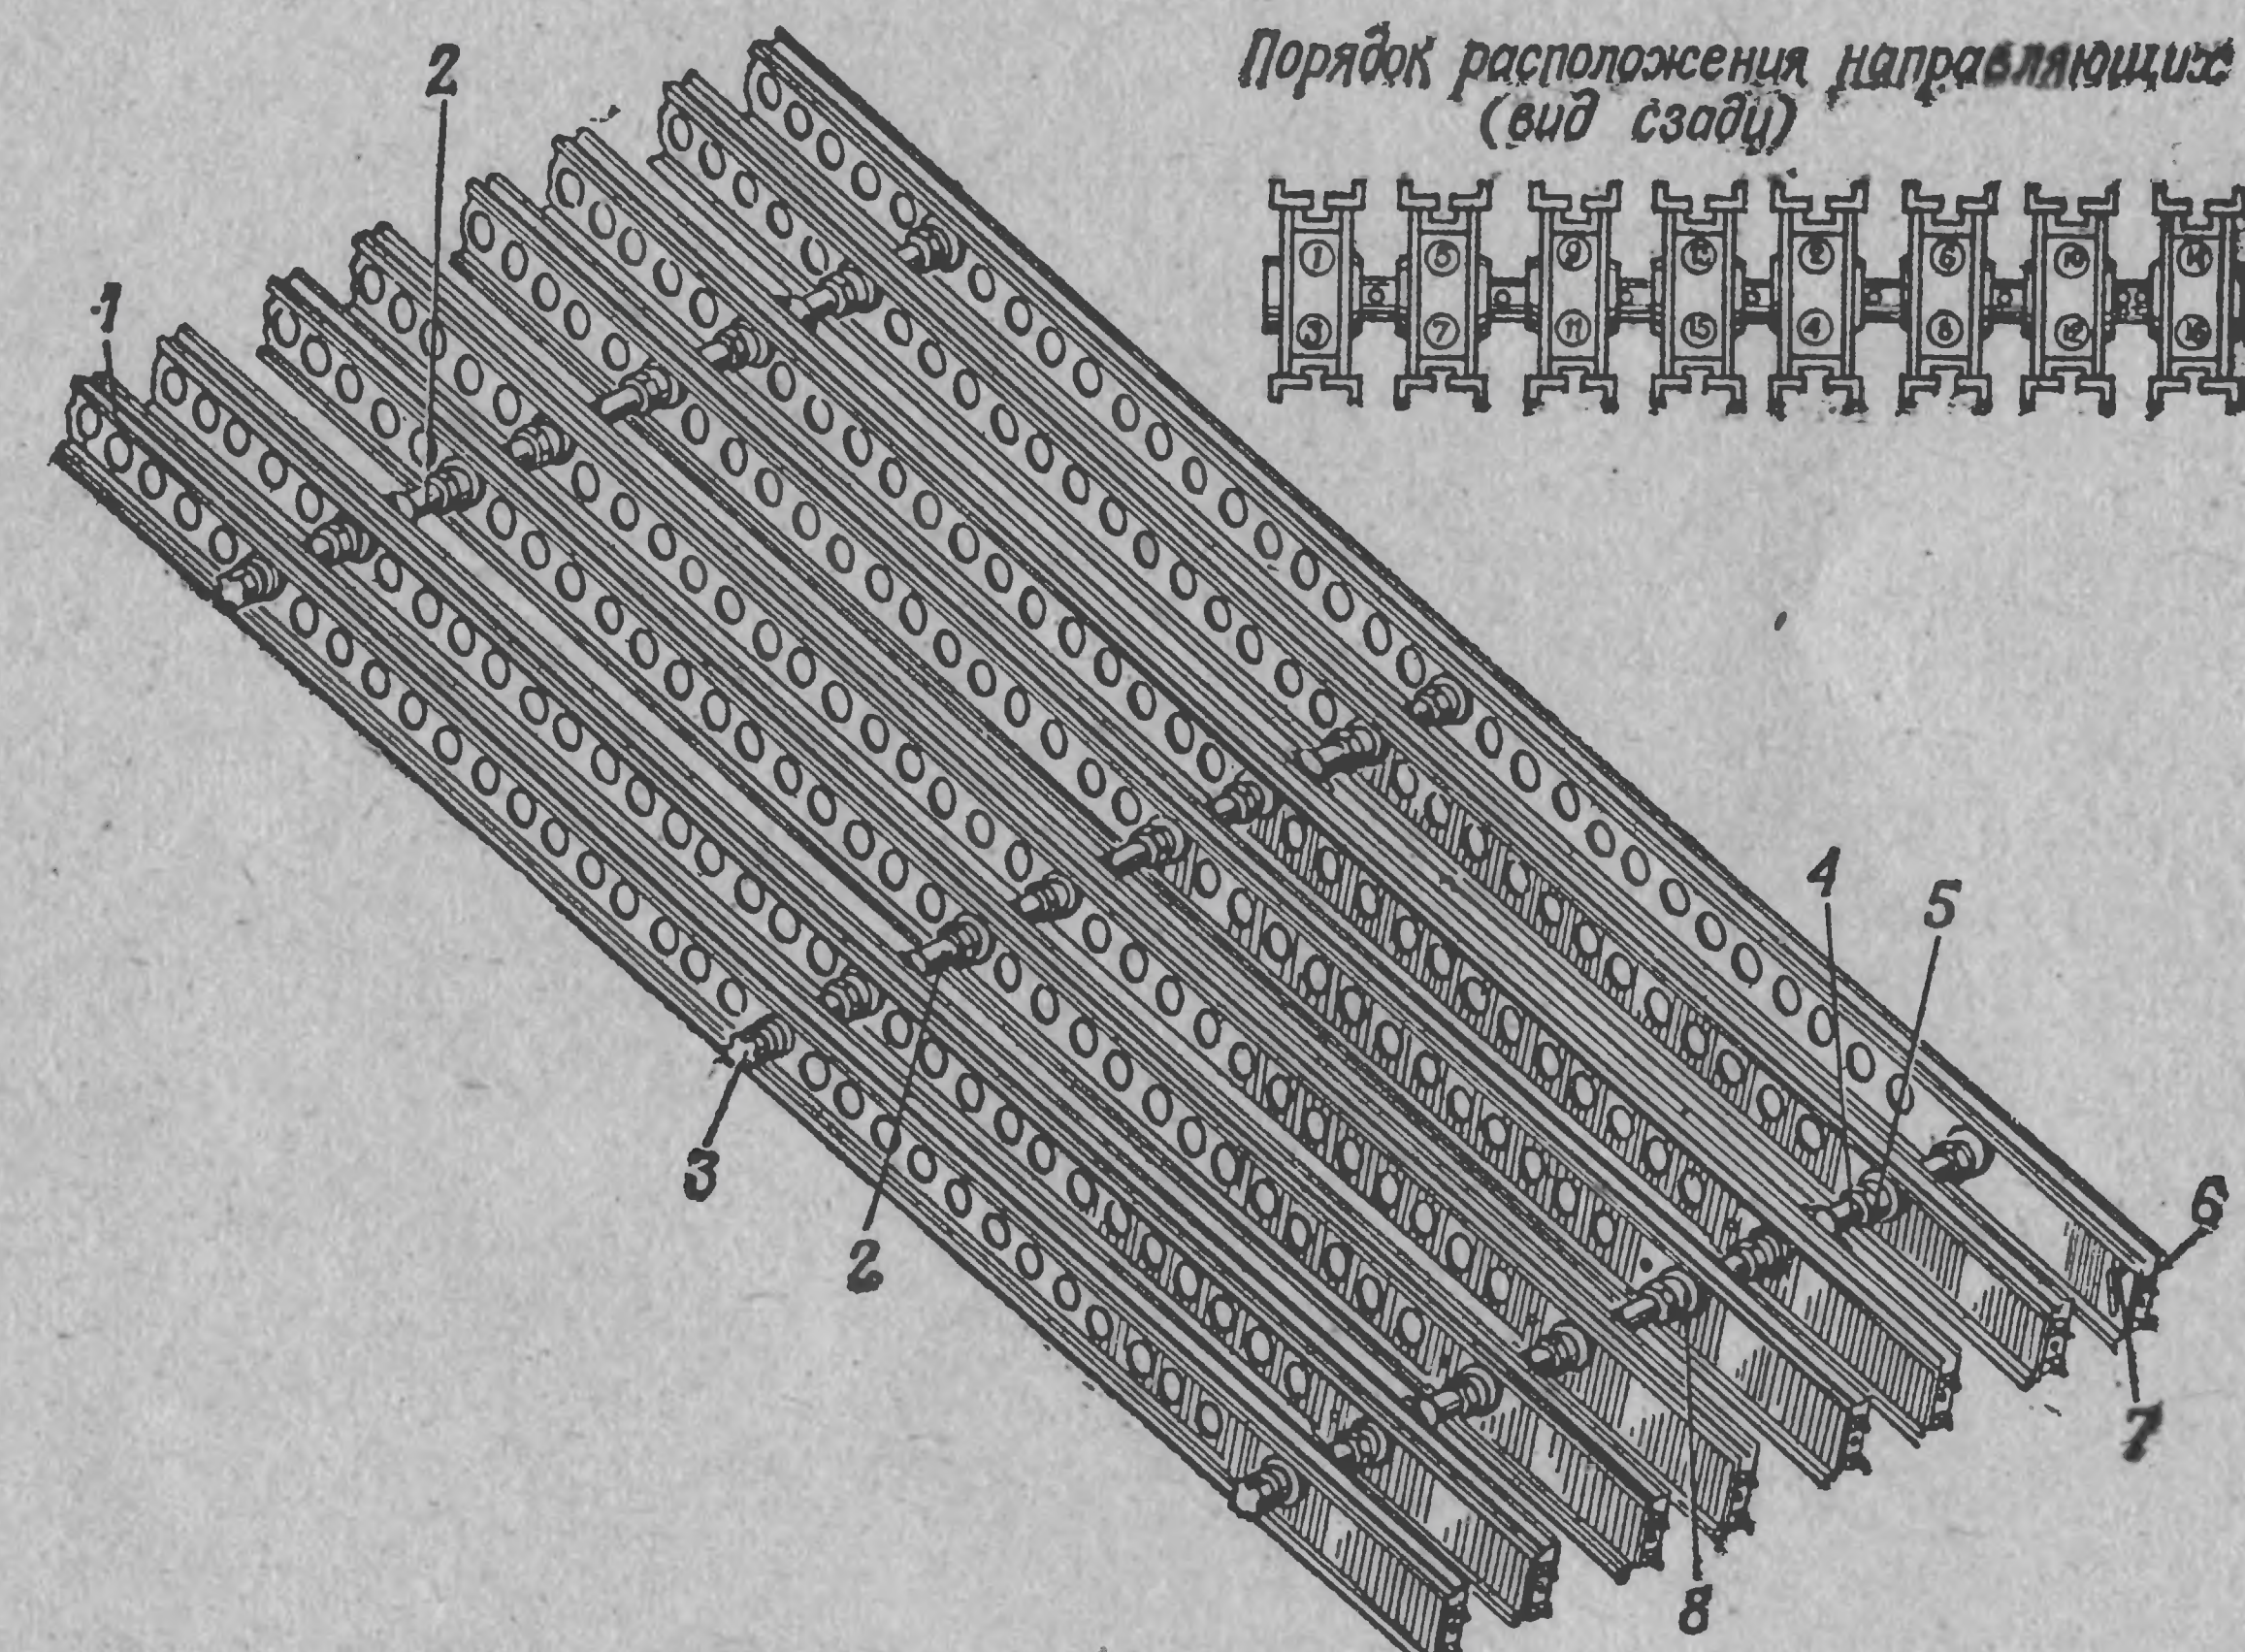
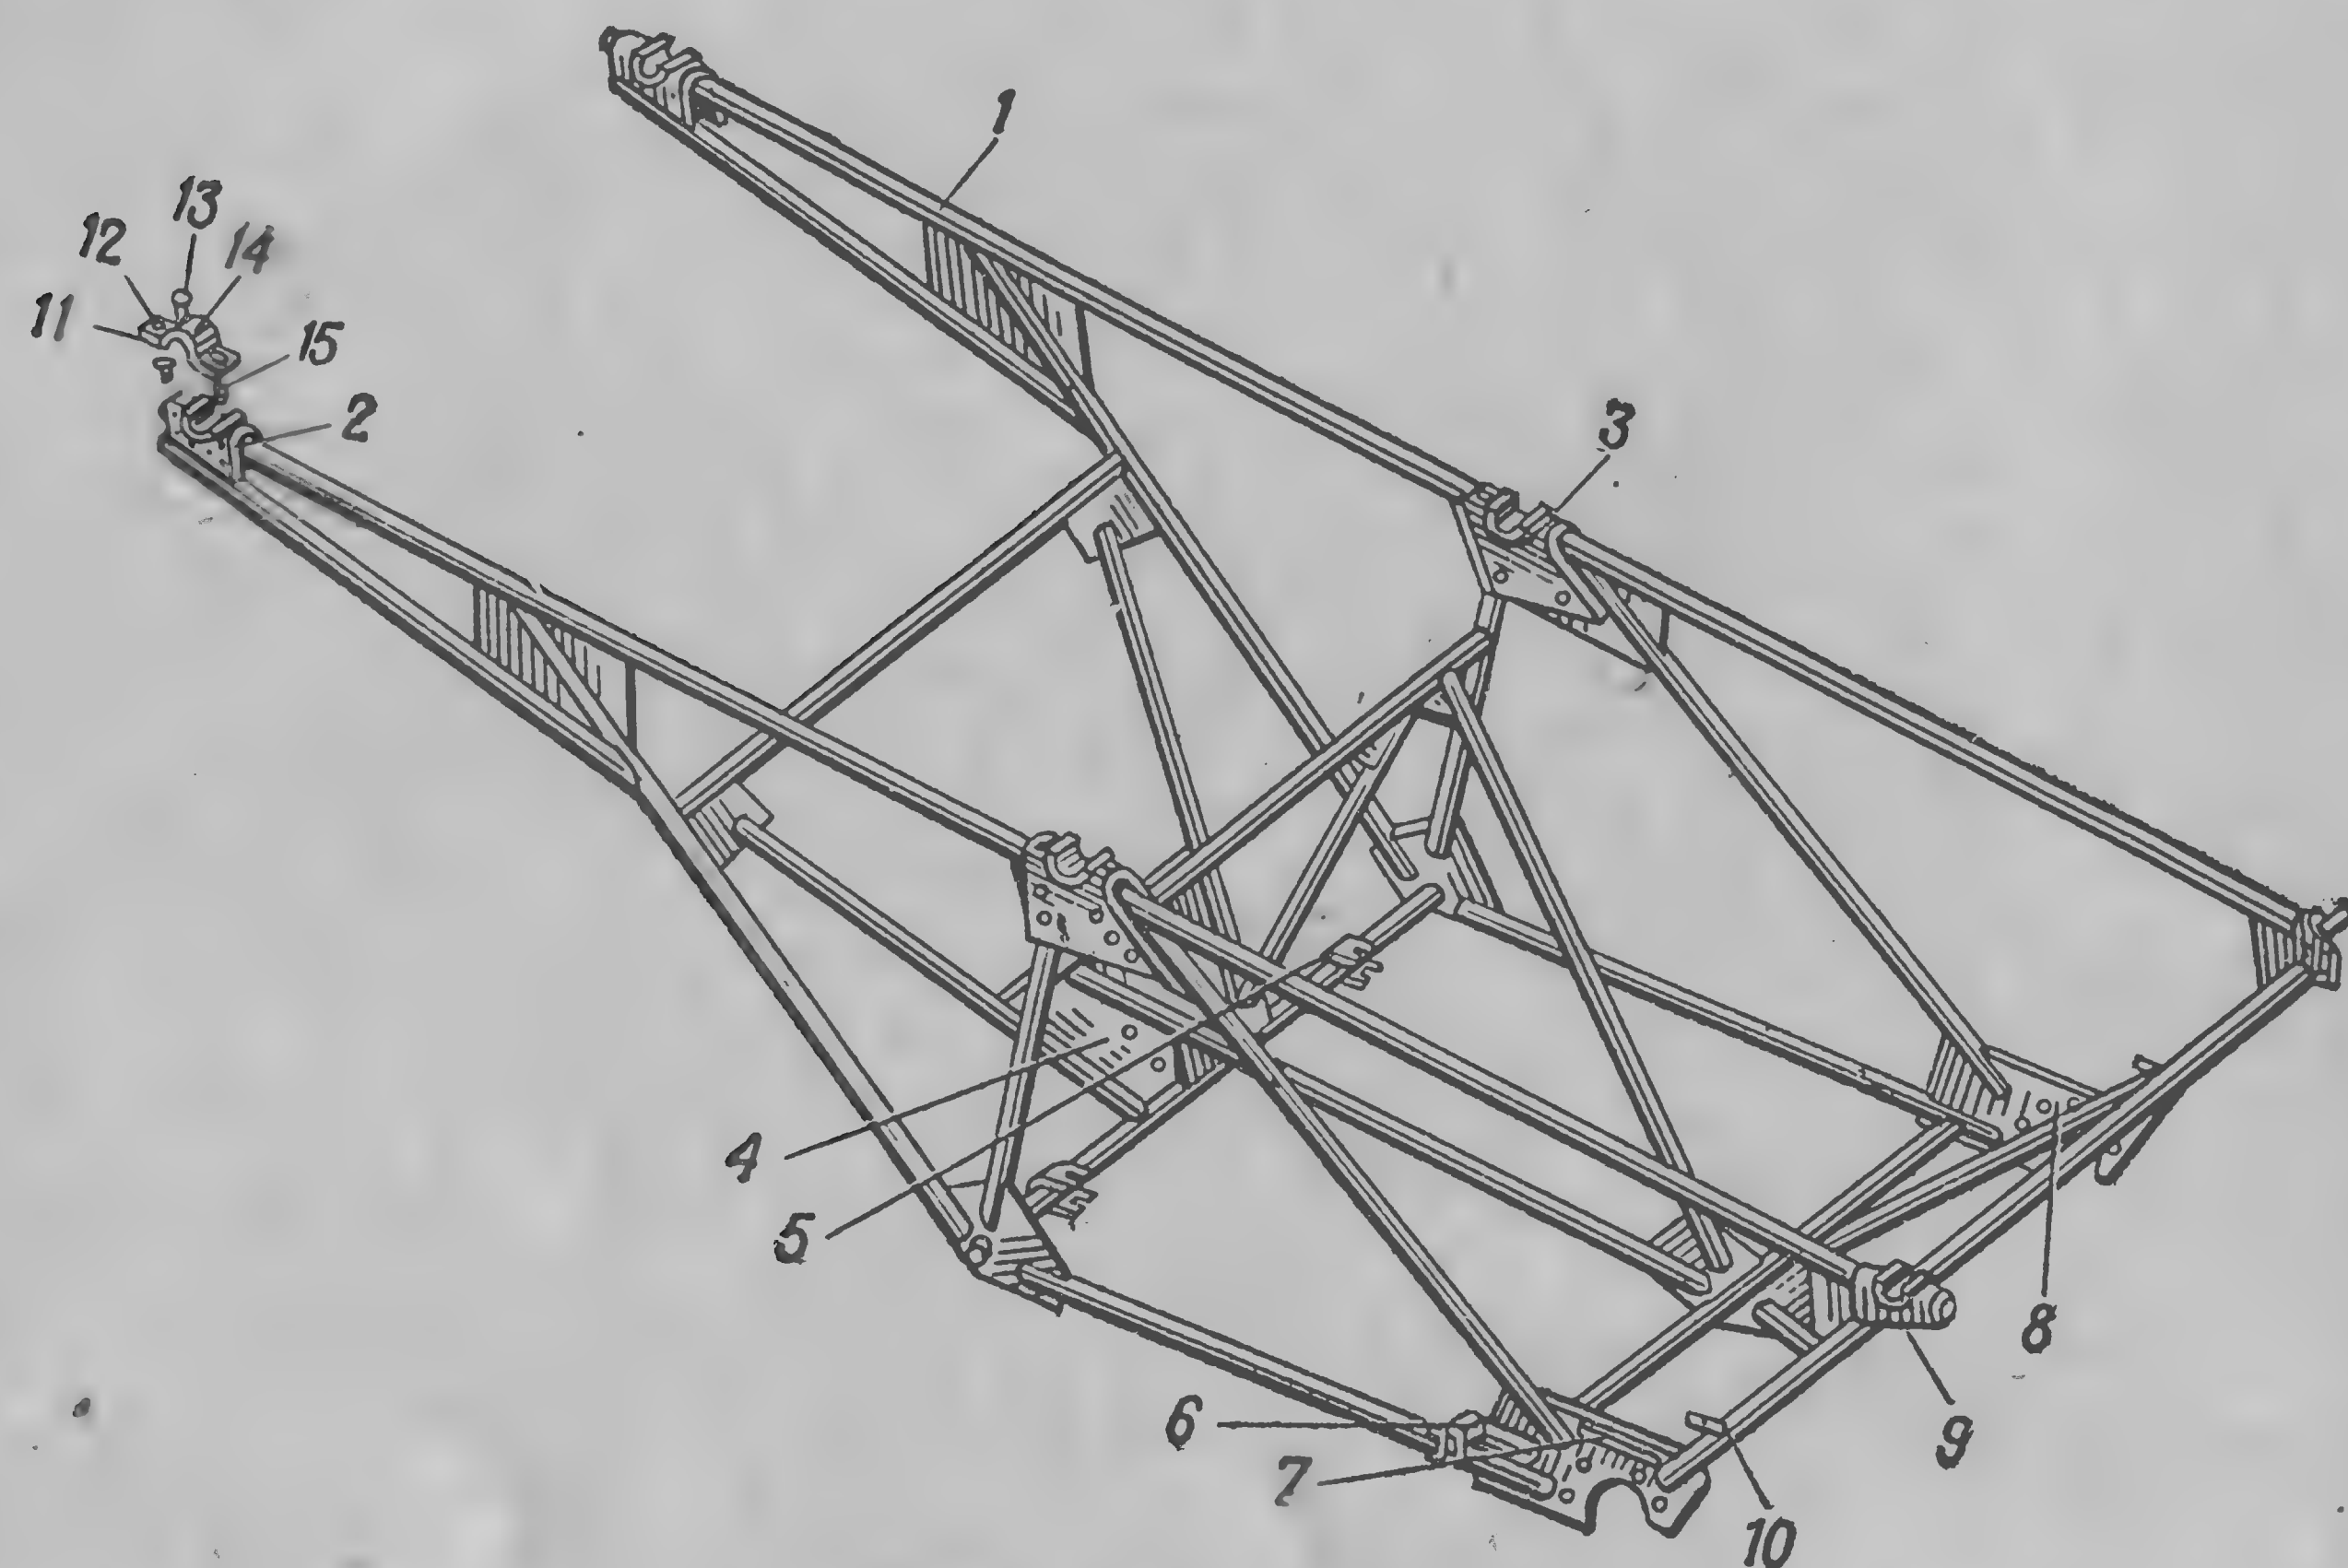
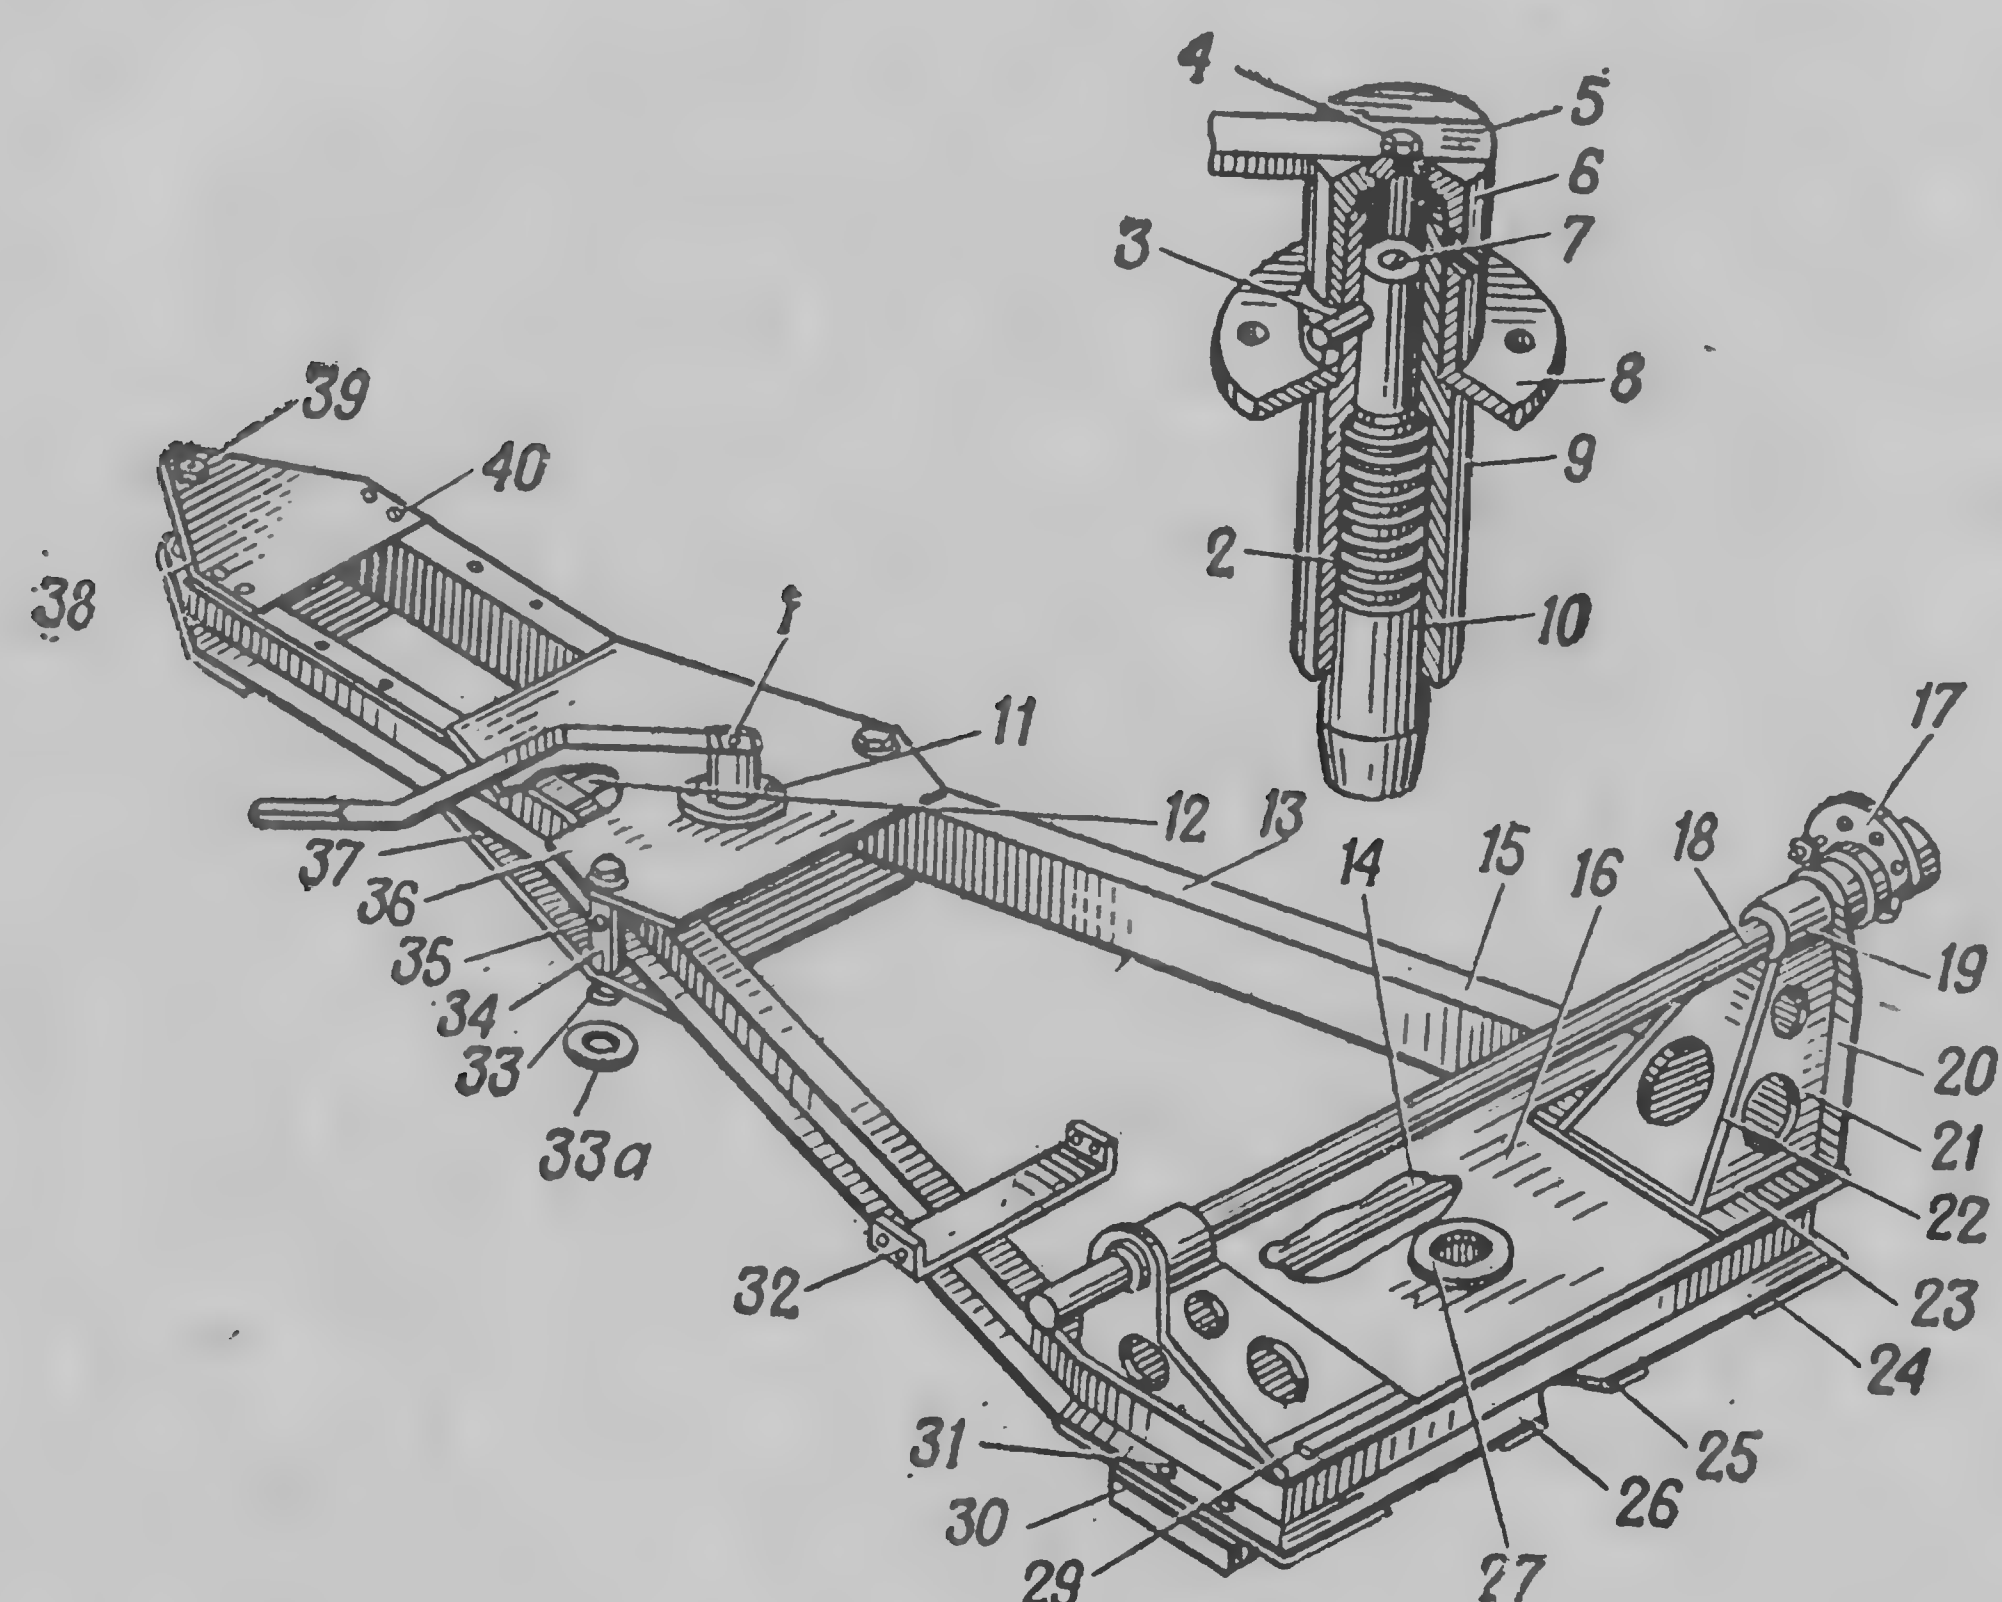
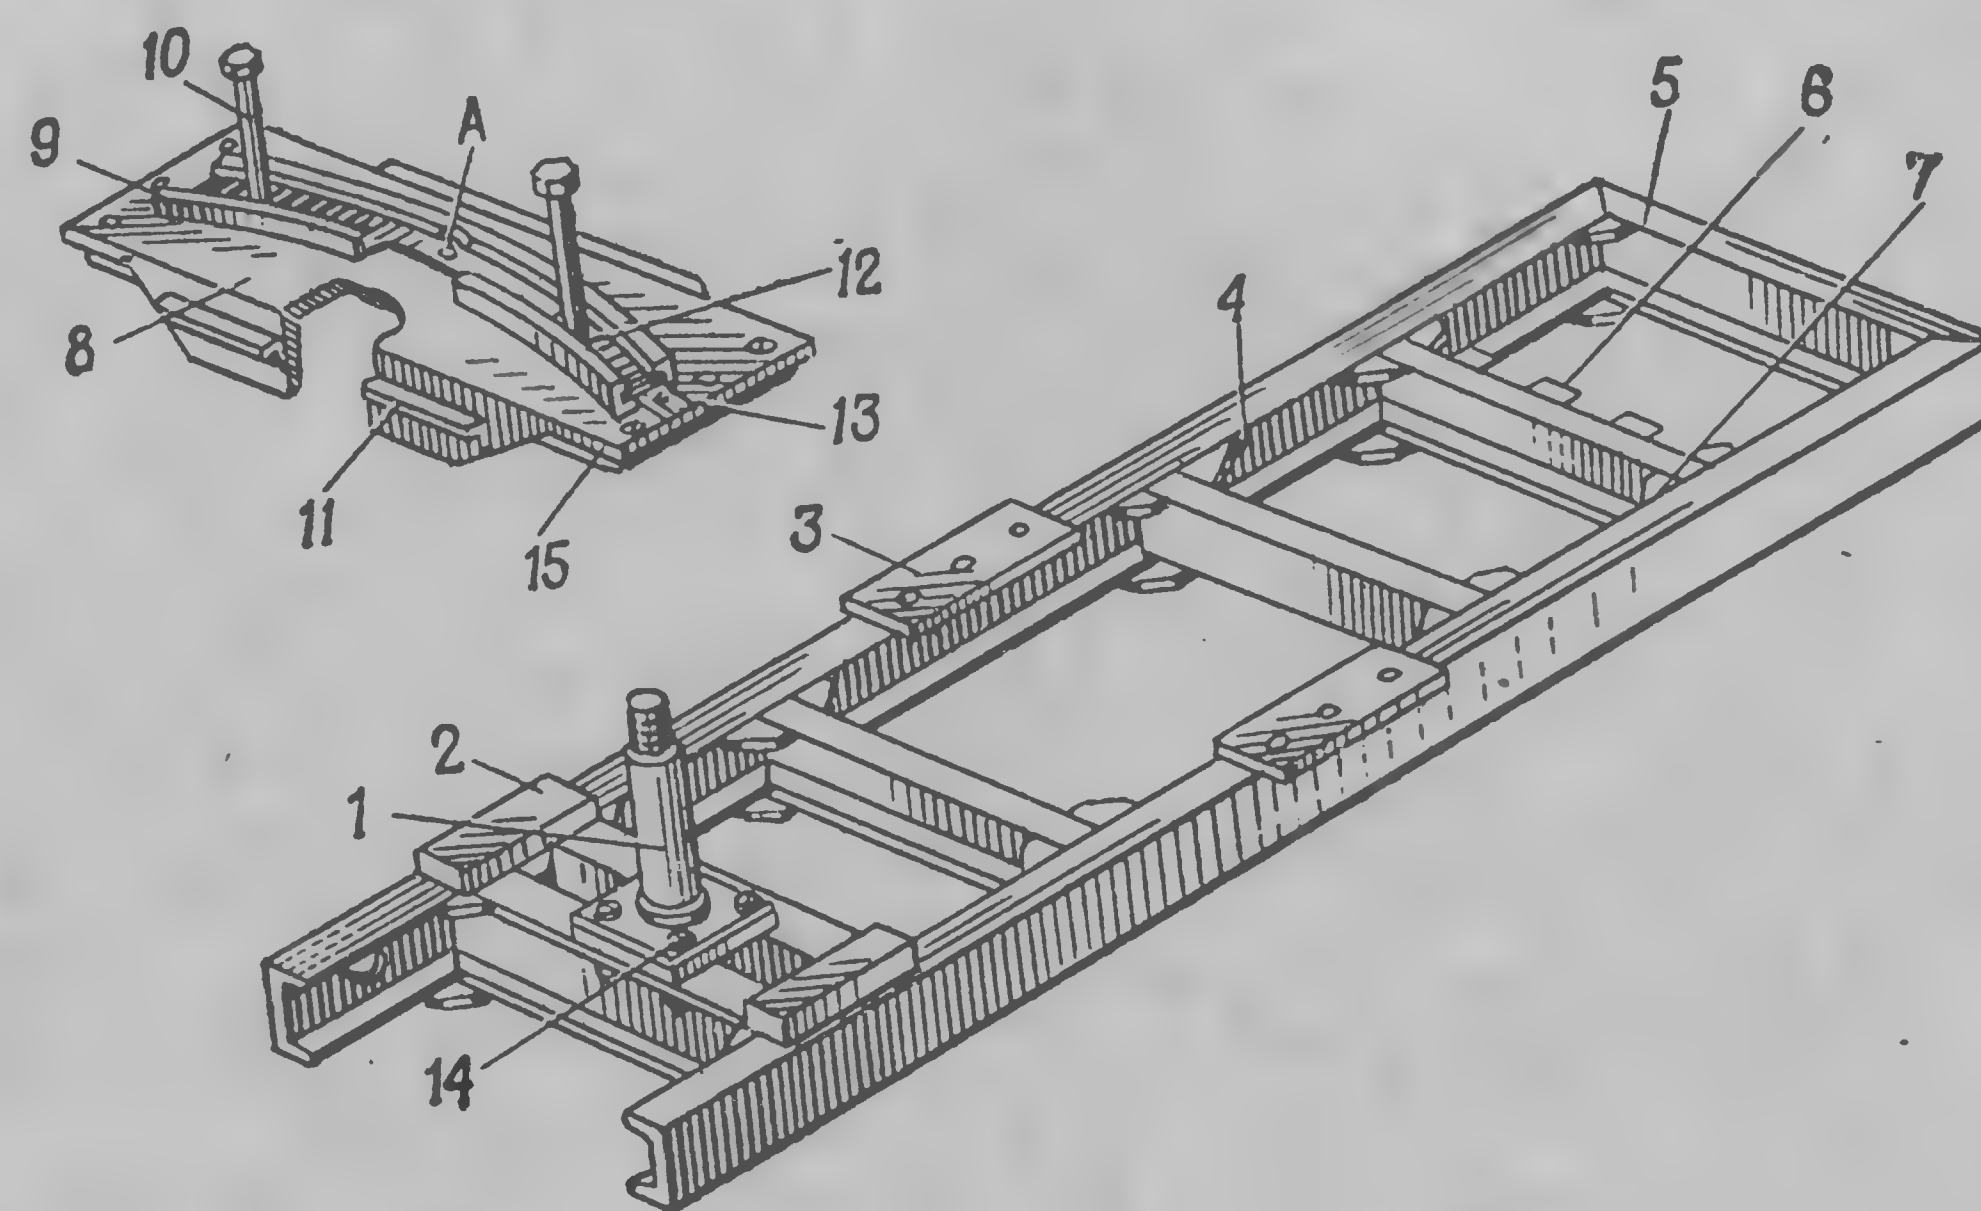

Рис. 2. Направляющие в комплекте (пакет):
Рис. 7. Ферма:
Рис. 9. Поворотная рама:
Рис. 10. Подрамник и опорная балка:
Направляющая 1 (рис. 2) служит для удержания снаряда на боевой машине до выстрела и для придания направления полета снаряда при выстреле.
- вывинтить болты 12 (рис. 7), крепящие крышки 11 башмаков фермы, снять крышки, гайки и пружинные шайбы;
- свинтить заглушки 3 (рис. 2) с лонжеронов 2 и 4;
- уложить направляющую № 13/15 на козлы, вставить в отверстие втулки 32 лонжерон 4 (рис. 2) так, чтобы два больших отверстия в стенке лонжерона были направлены вниз и чтобы слева от направляющей было семь резьбовых участков лонжерона, а справа — девять, после чего лонжерон закрепить гайками 5; так же закрепить на направляющей во втулках 8 еще два лонжерона 2; отверстия в стенках лонжеронов под установочные винты 13 (рис. 7) должны быть направлены вверх;
— навинтить на концы лонжеронов шесть заглушек 3 (рис. 2);
— уложить пакет направляющих на ферму, при этом пучки проводов, выходящие из отверстий в лонжероне 4 (рис. 2), продеть с помощью проволоочного крючка в отверстия башмаков фермы и вывести провода из штуцеров 10 (рис. 7); при установке пакета направляющих следить, чтобы провода не попали под лонжерон;
Ферма (рис. 7) предназначена для закрепления на ней пакета направляющих. Она состоит из трубчатого каркаса, на котором сверху приварено шесть башмаков 2, 3 и 9. В башмаках закрепляются с помощью крышек 11 с болтами 12 и гайками 15 лонжероны пакета направляющих.
— отделить от плиты 4 (рис. 7) фермы кронштейн 4 (рис. 12) гайки подъемного механизма, для чего, поддерживая кронштейн, свинтить гайки с болтов, крепящих кронштейн к плите, снять пружинные шайбы, вынуть болты и осторожно опустить до упора кронштейн с гайкой и винтом;
— отвинтить на несколько оборотов контрзажимы 17 (рис. 11) и зажимы 16 откидных болтов 15 и вывести болты из прорезей наметок 5 (рис. 7) фермы;
— поставить ее на боевую машину так, чтобы косынки 8 фермы (рис. 7) расположились между фланцами 17 (рис. 9) и 13 (рис. 22), а наметки 5 (рис. 7) опирались на опорный кронштейн 18 (рис. 11);
— присоединить кронштейн 4 (рис. 12) гайки подъемного механизма к плите 4 (рис. 7) фермы и, совместив отверстия в плите и кронштейне, вставить в них болты, надеть пружинные шайбы и навинтить гайки, следя при этом, чтобы кожух винта подъемного механизма располагался посередине между средними направляющими 13/15 и 2/4.
Поворотная рама состоит из каркаса 13 (рис. 9), двух кронштейнов 23, втулок и косынок. Каркас, кронштейны, втулки и косынки поворотной рамы скреплены между собой сварными швами. В передней части поворотной рамы к верхним полкам швеллеров каркаса прикреплены четырьмя болтами косынка 38. В косынке 38 и в нижней приваренной косынке имеются втулки 39, в которые входят цапфы гайки поворотного механизма.
На верхней задней косынке 16 (рис. 9), около левого кронштейна оси фермы, приварена поперечная контрольная площадка 29, на которую устанавливается контрольный уровень или квадрант при горизонтировании боевой машины. Имеются также боевые машины, у которых поперечная контрольная площадка закреплена на оси фермы.
Стопор 1 (рис. 9) поворотной рамы стопорит раму в походном положении. Он состоит из корпуса 9, рукоятки 5, пальца 10, пружины 2, штифта 3, пробки 4 и винта 7.
— отвинтить на один-два оборота два винта 35 (рис. 9), вывинтить и вынуть из втулок 34 два болта 33 ползунов и, приподняв переднюю часть поворотной рамы, снять две шайбы 33а;
— надеть собранную поворотную раму на ось 1 (рис. 10) подрамника; надеть на ось шайбу, завинтить корончатую гайку 9 (рис. 11), вставить и развести шплинт, при этом зазор между гайкой и шайбой должен быть не более 0,6 мм;
— совместить отверстия ползунов 12 (рис. 10) и втулок 34 (рис. 9) поворотной рамы, подложить под торцы втулок шайбы 33а, вставить болты 33 ползунов, завинтить их до отказа и застопорить винтами 35.
Подрамник (рис. 10) служит основанием артиллерийской части. Он прикрепляется к лонжеронам шасси с помощью четырех хомутов 58 (рис. 11), что дает возможность быстро снимать с шасси или устанавливать на него всю артиллерийскую часть в собранном виде.
Подрамник представляет собой жесткую прямоугольную раму, состоящую из продольных швеллеров 4 (рис. 10), поперечных швеллеров 5 и косынок 7, сваренных между собой электросваркой.
В местах присоединения задних поперечин к продольным швеллерам приварены задние пластики 2, служащие опорами накладок 30 (рис. 9) поворотной рамы.
Ко второй (со стороны кабины) поперечине приварены три угольника 6 (рис. 10) для крепления настильного листа.
Опорная балка 8 служит передней опорой поворотной рамы; к балке приварена дуга 9. В дуге имеется Т-образный паз, по которому перемещаются ползуны 12 поворотной рамы. В нарезные отверстия ползунов ввинчиваются болты 10, проходящие во втулках 34 (рис. 9) поворотной рамы и удерживающие ее от переме-
щения в вертикальном направлении. Снизу к обоим концам опорной балки приварены пластики 15 (рис. 10); которыми она опирается на передние пластики подрамника. В средней части паза опорной балки имеется коническое гнездо А, в которое входит палец 10 (рис. 9) стопора крепления поворотной рамы по-ходному.
— свинтить с болтов, крепящих опорную балку 8 (рис. 10), гайки, снять пружинные шайбы, вынуть болты, снять квадратные шайбы и два упора 13;